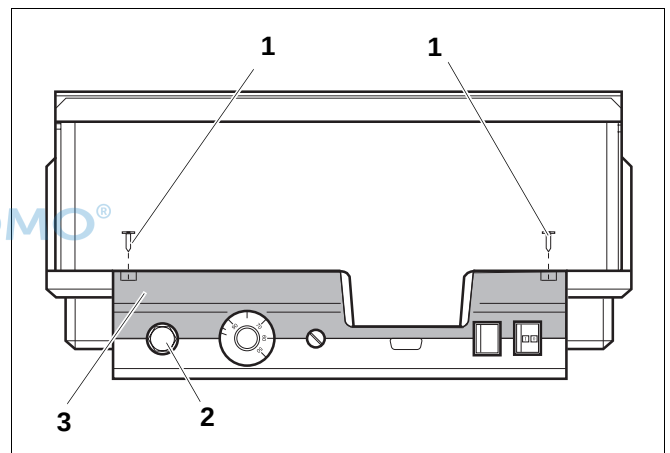

Abb. 2 Regelgerät Logamatic 4...
- Zur Einstellung der geforderten Temperaturen muss der Sicherheitstempurbegrenzer (STB) (Abb. 2, **Pos. 2**) aus dem Gehäuse herausgenommen werden.
- Um den Sicherheitstempurbegrenzer auszubauen, müssen die beiden Schrauben (Abb. 2, **Pos. 1**) herausgedreht werden.
- Nehmen Sie den Deckel (Abb. 2, **Pos. 3**) ab.
- Schrauben Sie die Schutzkappe (Abb. 2, **Pos. 2**) ab.